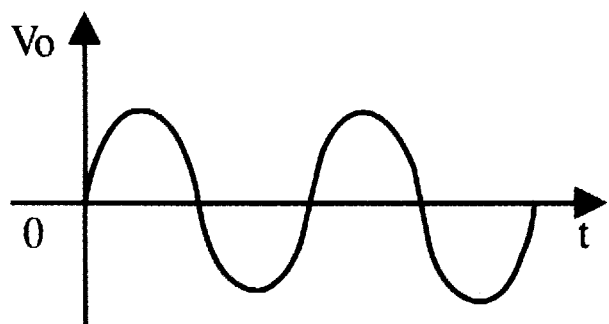
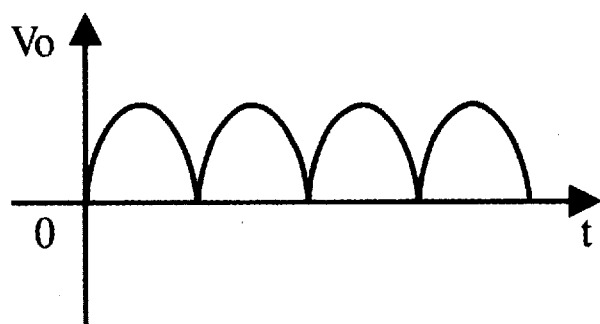
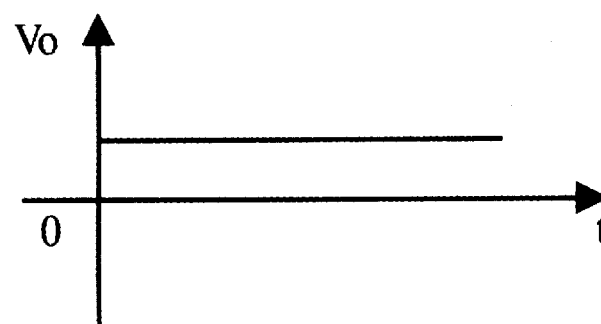

图 3-4
图 3-5
图 3-6
6、集电极电压交直流转换开关：当置于 AC 时，其集电极输出电压是交流电压 (如图 3-4)。当置于 DC 时，其集电极输出电压是经过整流但未滤波的脉动直流电压 (如图 3-5)；当置于 DC，而电流/度开关置于 I_R 时，其集电极输出电压是经过整流滤波的平直直流电压 (如图 3-6)；交流电压可用于测试需同时观测正反向伏安特性曲线的器件；例如双向二极管等。